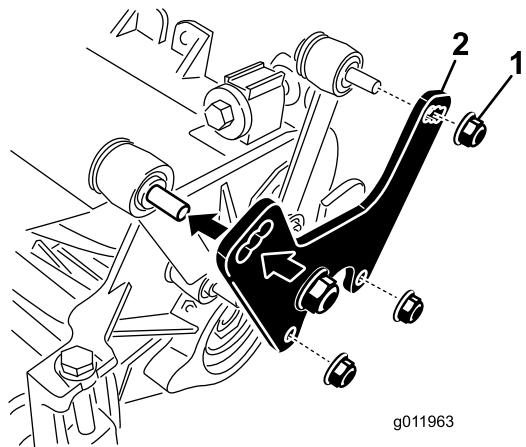

Figura 7
1. Retire las tuercas y las arandelas que sujetan las bridas de elevación a la chapa lateral de la unidad de corte y al bastidor de tiro (Figura 7).